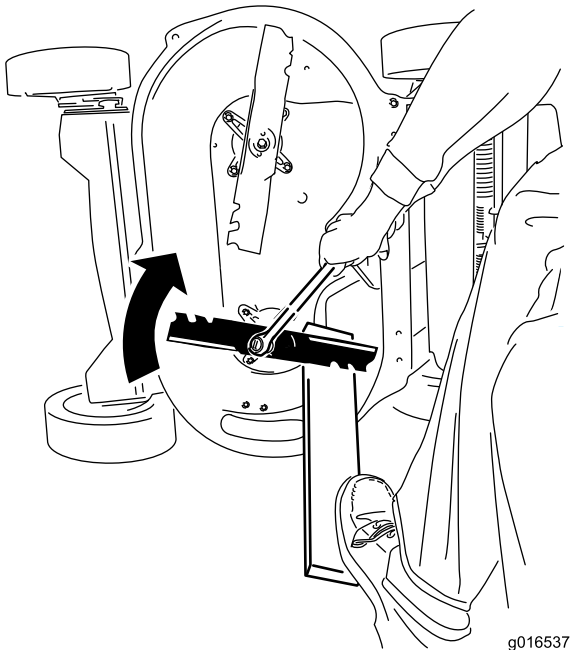

Figure 5
- Immobilisez la lame avec une cale en bois et vissez le boulon de lame à l'aide d'une clé dynamométrique, comme montré à la Figure 5.